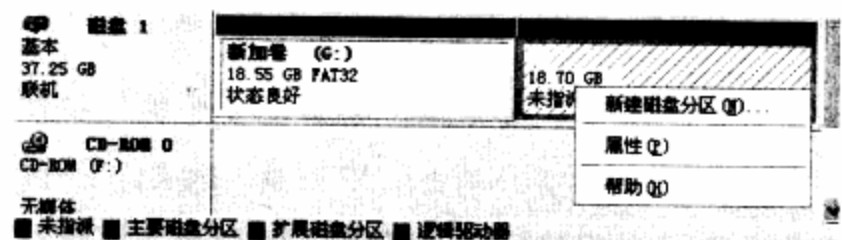

图4-62 进行分区界面
**步骤 11** 右击“未指派”, 在弹出的快捷菜单中选择“新建磁盘分区”命令, 如图4-62所示。